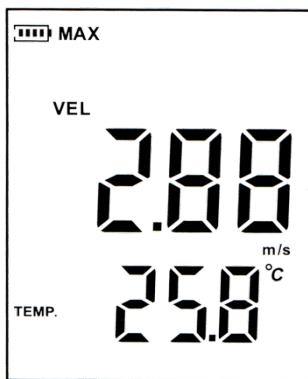

Рис. 7
- 1) При измерении максимального значения скорости, на дисплее отобразится MAX, как на рис. 7: